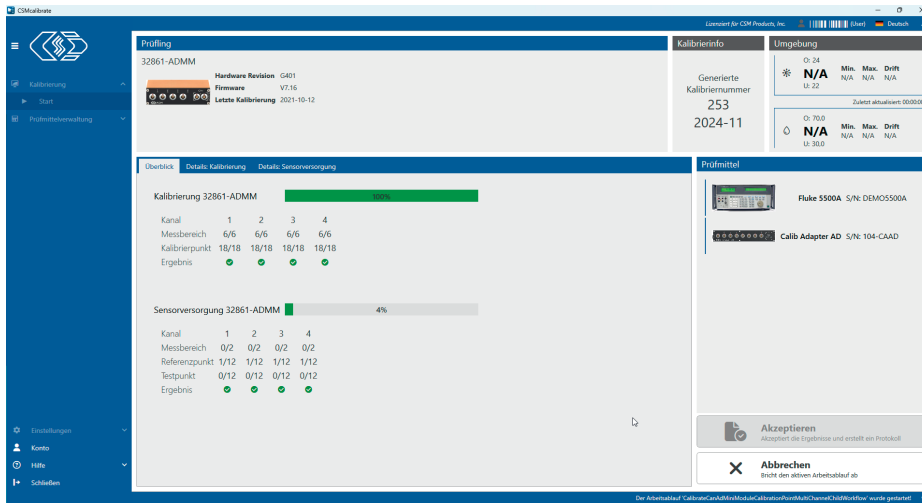

Abb. 1-13: Überprüfung der Sensorversorgung
- ⇒ Wenn der grüne Prozessbalken unter **Überblick | Sensorversorgung** „100%“ anzeigt, wurde der Prüfvorgang vollständig abgeschlossen. Wurde die Überprüfung erfolgreich beendet, wird dies in der Zeile **Ergebnis** mit einem grünen Symbol  für jeden überprüften Kanal angezeigt (Abb. 1-13).